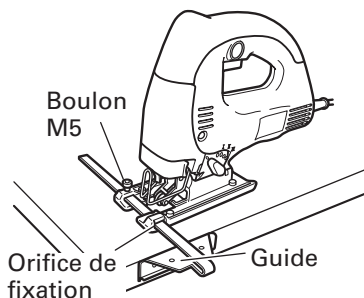

Fig. 13
- (3) Fixer le guide en le faisant passer dans l'orifice de fixation de la base et serrer le boulon M5. (Fig. 13)
- (4) Régler la position orbitale sur "0".